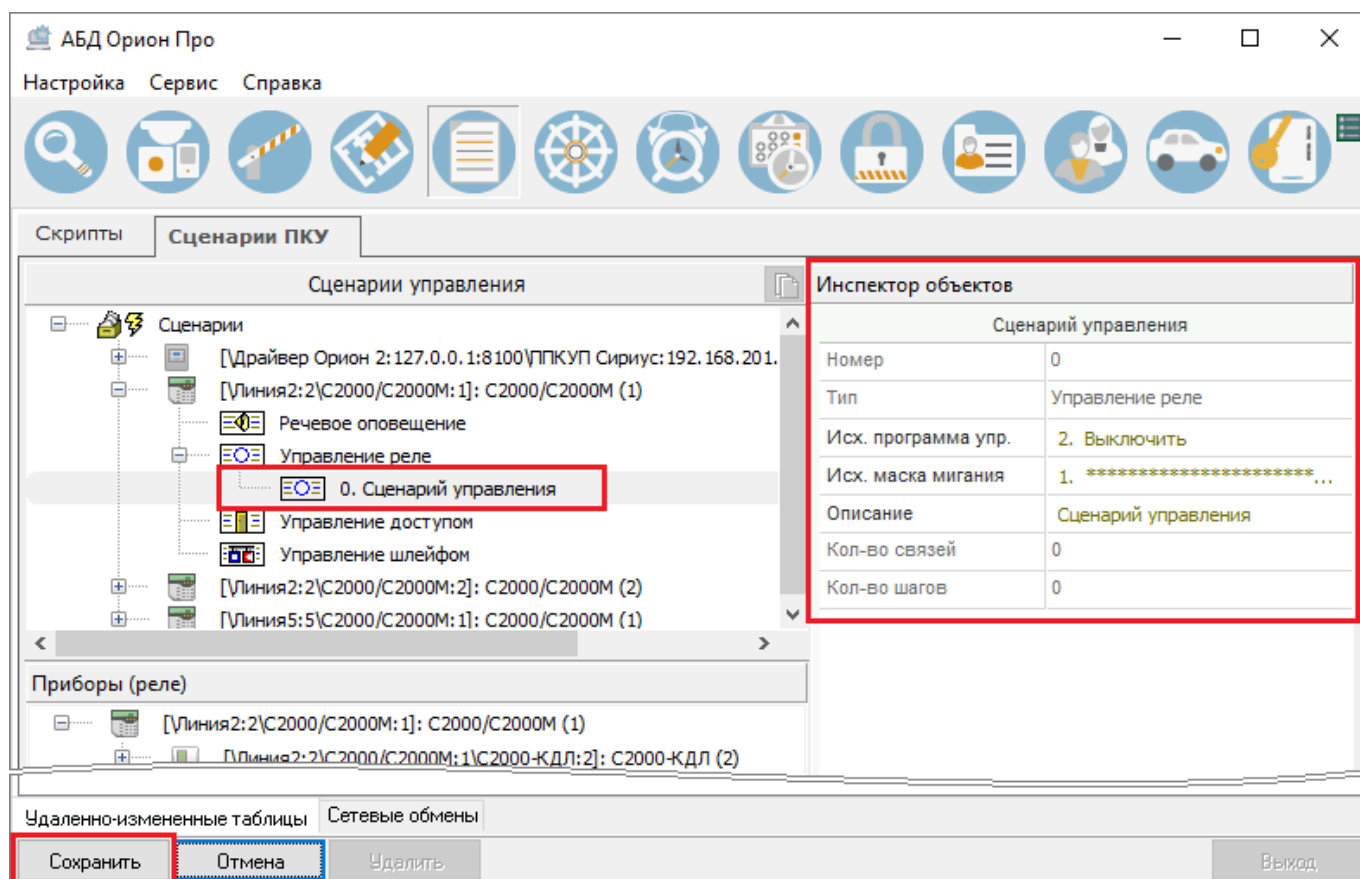

Рисунок 6-630 Создаваемый сценарий типа "Управление реле" и его свойства в инспекторе объектов
- либо кнопку «Сохранить», чтобы подтвердить сохранение создаваемого сценария (см. Рисунок 6-630),